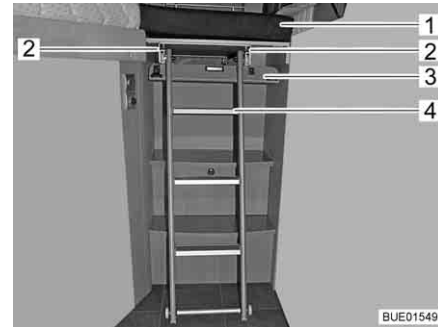

Fig. 119 Allargamento letto con scaletta di accesso
- Spingere verso il basso il diaframma (Fig. 119,3). Il diaframma è tenuto fermo da fermi magnetici.
- Disincastrare la scaletta di accesso (Fig. 119,4) e sfilarne un pezzo dalle guide (Fig. 119,2).
- Posizionare il cuscino aggiuntivo (Fig. 119,1) sull'allargamento letto.